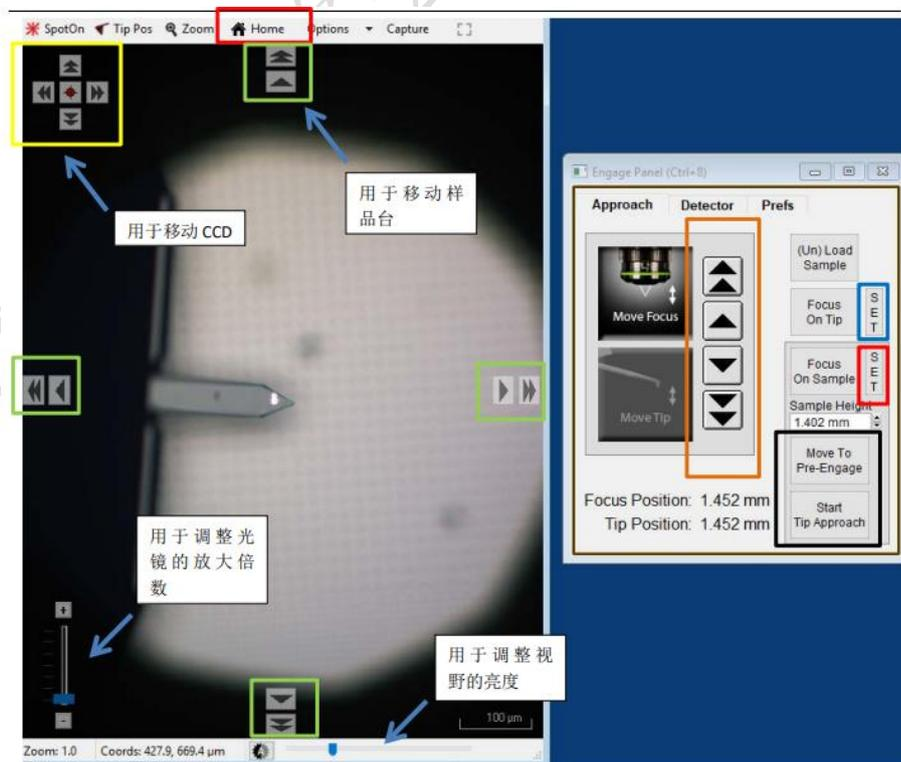

图 6-12
(15) 针尖定位。在“Video”窗口，点击“Tip Pos”，鼠标箭头会变成一个小旗子，放在针尖上，然后鼠标再次点击“Tip Pos”，变回鼠标箭头模式。
(16) 聚焦样品表面。继续向下调节聚焦，直至聚焦在样品表面上，点击 Focus on Sample 的右侧的 SET 按钮，此时可以看到 Sample Height 的数值会更新。
(17) 点击图 6-12 中标黑的“Move To Pre-Engage”按钮，这会使探针位于样品表面 70μm 的位置。观察激光光斑是否有偏移，如果有可以微调其位置。